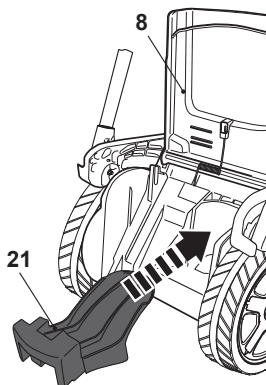

Fig. 21
- > Abra a proteção defletora (8) e fixe-a na posição.
- > Se necessário, remova o recipiente de recolha de relva (13).
- > Introduza o encaixe do triturador (21) na conduta de descarga traseira (22) (Fig. 21).